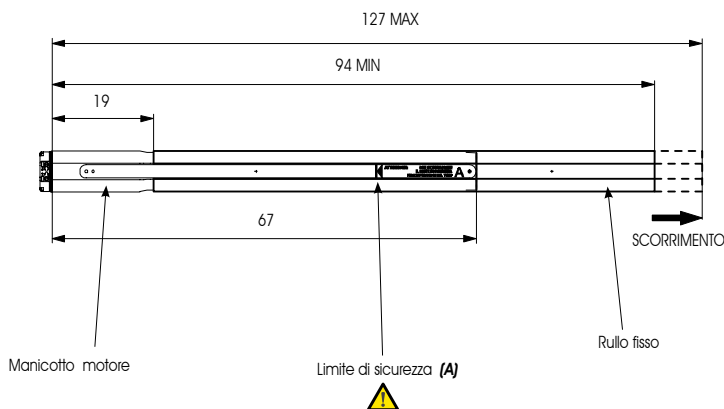

Fig. 9
Per ottenere la misura massima, occorre sfilare il rullo fisso dal manicotto motore fino al limite di sicurezza segnalato sulla piattina. (Fig. 9 rif.A) (Lunghezza rullo 127cm)
**AVVERTENZA:** QUANDO SI FA' SCORRERE IL MANICOTTO MOTORE VERSO L'ESTREMITA' ESTERNA DEL RULLO FISSO, NON OLTRE-PASSARE MAI IL LIMITE DI SICUREZZA (Fig.9 rif.A)